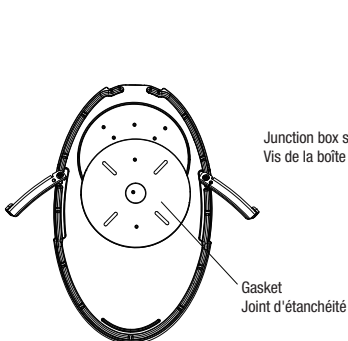

Fig. 1E
- Peel off the yellow sticker and paste the gasket on the round area of the rear housing (Fig. 1E).
- Découlez l'autocollant jaune et collez le joint d'étanchéité sur la zone ronde du boîtier arrière (Fig. 1E).